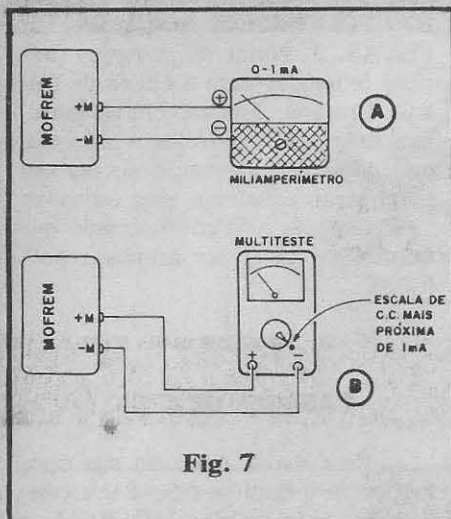

Fig. 7
A fig. 7 mostra como o MOFREM deve ser interligado ao multiteste (B) ou ao galvanômetro "autônomo" (A) que farão as indicações finais da leitura. Observar as polaridades e também a indicação de que, no caso de acoplamento ao multiteste, este deverá ser chaveado para uma escala de Cor-
A principal fase da construção e "acabamento" do MOFREM é, seguramente, a da **calibração**, importante providência sem a qual não haverá como "confiar" nas leituras indicadas pelo instrumento... Conforme já foi dito, para perfeita calibração, precisamos de um nítida, certa e conhecida frequência/referência... A solução mais prática, barata e confiável, nesse caso, é apelarmos para a rede C.A., cuja frequência de 60 Hz é extremamente estável e muito precisa, podendo perfeitamente ser usada como gabarito para o MOFREM... A fig. 8-A mostra um pequeno e simples arranjo resistivo, através do qual podemos "puxar" diretamente de uma tomada da parede (110 ou 220 VCA - 60Hz) o sinal de referência para a calibração... Qualquer que seja a tensão da rede, o sinal apresentado à Entrada do MOFREM terá uma tensão suficientemente baixa para uma segura operação (entre 1 e 2 volts). Uma vez obtido o sinal, e ligado à entrada do nosso MÓDULO FREQUENCÍMETRO (previamente acoplado conforme ilustra a fig. 7...), basta chavear o MOFREM para a sua **primeira** faixa (x